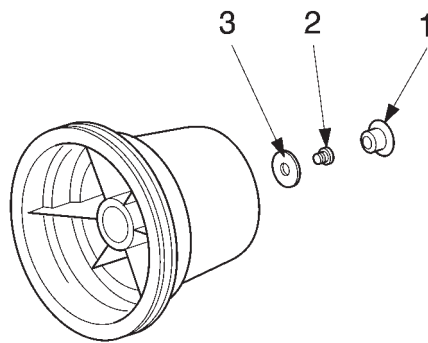

Рис. 1
- С помощью малой отвертки извлеките заглушку 1 в маховике (рис. 1).
- Вставьте винт 2 с подкладочной шайбой 3 (рис. 1).